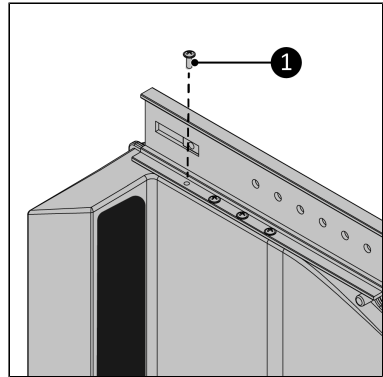

Abbildung 113.
6. Schrauben Sie die Hauptschienen an den Way-out mithilfe der acht 3,5 x 12 mm Schrauben (Abbildung 113, Pos. 1). Stellen Sie sicher, dass alle Schraubenlöcher übereinstimmen.